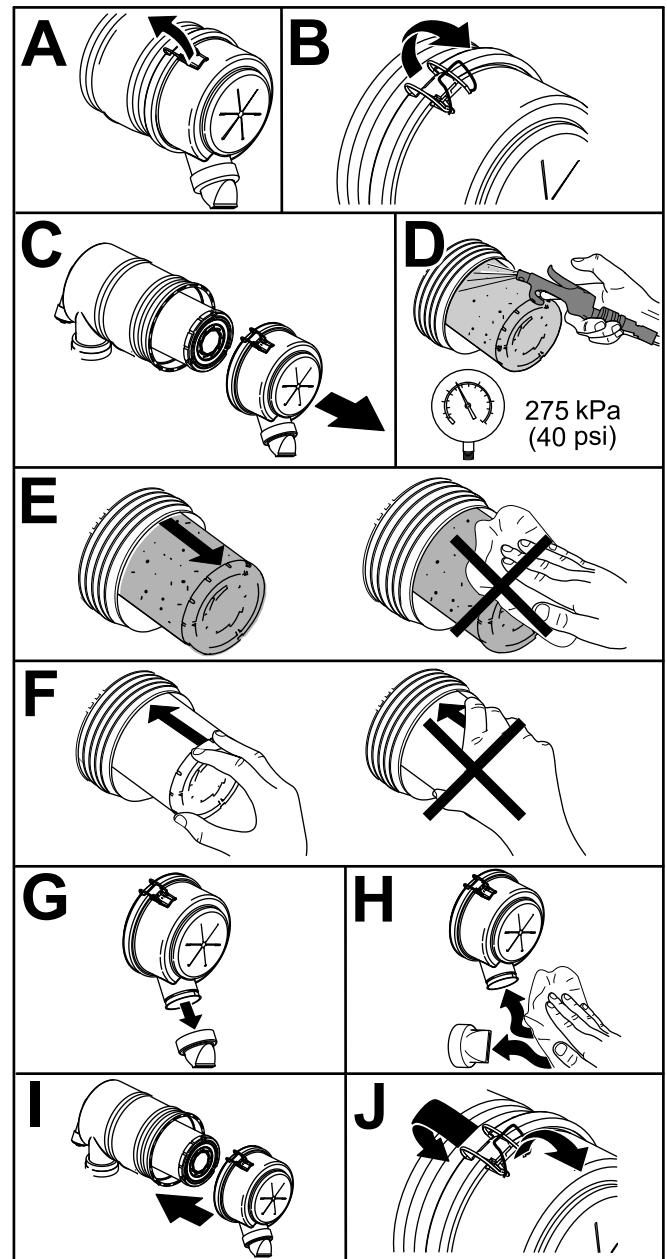

Figura 43
1. Substitua o elemento do filtro do ar primário (Figura 43).